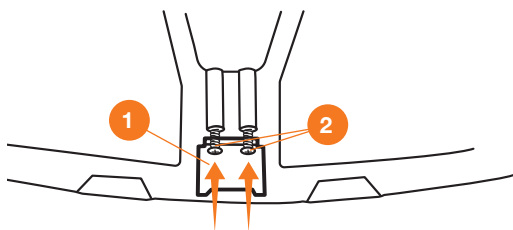

Рис. 6
- На защитный кожух установите подрезной нож 1 и закрепите его двумя саморезами 2, снимите с ножа защитную накладку (Рис. 6).